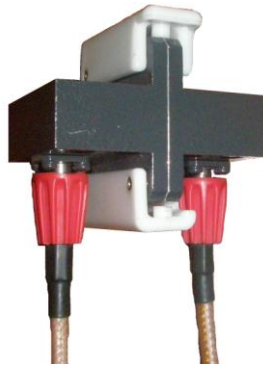

Figura 8.10 Acoplamiento de los adaptadores de guía de onda a los cables coaxiales tipo SMA.
- 3) Conecte los adaptadores entre sí, observe la Figura 8.10.